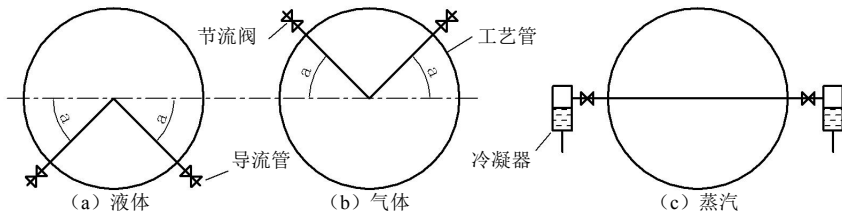

图3 节流装置取压口的方位示意图
3、取压口的位置：取压口的取向因被测流体不同而有所区别，图 3 中的 (a)、(b)、(c) 分别给出了水平管道测量液体、气体和蒸汽时的取压口的方位。要求角度。 $\alpha \geq 45^\circ$ 。